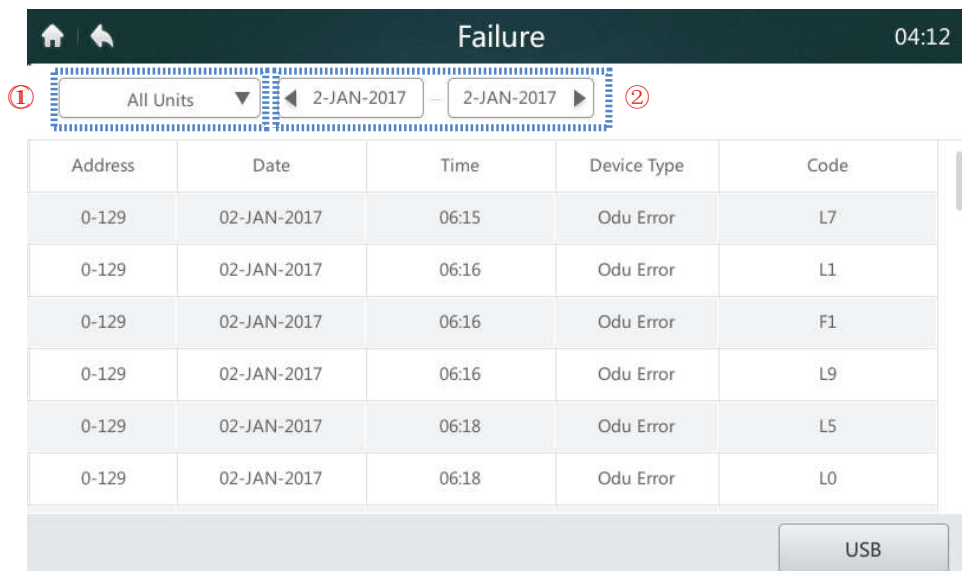

Abb. 28: Homepage 1 der Failure-Seite (Fehlermeldungen)
1. Klicken Sie auf das Pull-Down-Menü an der Stelle mit der Bezeichnung „1“ in Abb. 28, und wählen Sie eine Gerätegruppe oder alle Geräte aus, die angezeigt werden sollen.
2. Klicken Sie auf die Stelle mit der Bezeichnung „2“ in Abb. 28, um das Datumsfenster anzeigen zu lassen, das in Abbildung weiter unten gezeigt ist. Klicken Sie auf den linken Bereich, um das Startdatum auszuwählen. Klicken Sie auf den linken Bereich, um das Enddatum auszuwählen.